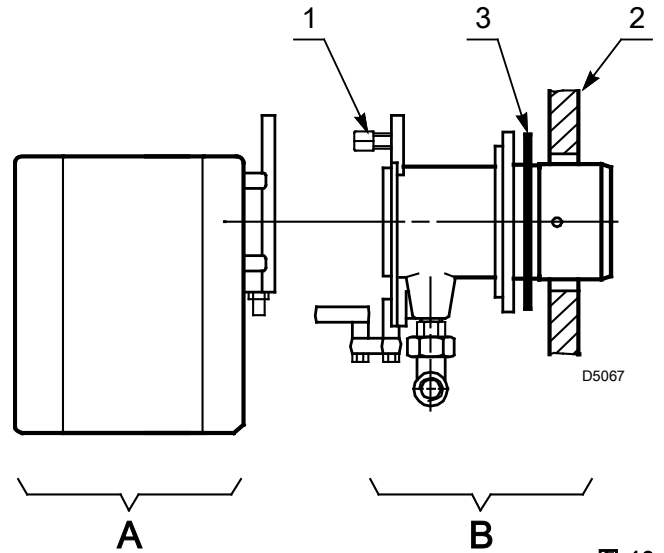

图 10
- 取下螺母 1), 并取下 A) 组 (图 10), 将燃烧头总成与燃烧器机身分开。
- 将 B) (图 10) 组固定到锅炉板上, 2) 插入绝缘垫片 3)。